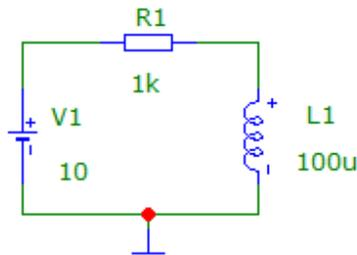

Рис. 6.1 — Схема для исследования идеальной катушки индуктивности
1. Собрать схему для исследования процессов в катушке индуктивности при подключении источника постоянного напряжения (Рис. 6.1). Напряжение источника 10 В. Сопротивление резистора  $R1 = 1$  кОм. Индуктивность катушки  $L1$  100 мкГн. Записать в поле схемы группу и номер варианта.